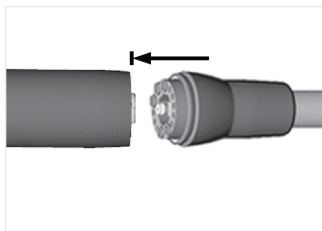

FIG. 2
2. Подсоедините микромотор к специальному шлангу (с соединением типа MX2), как показано на рис. 2.